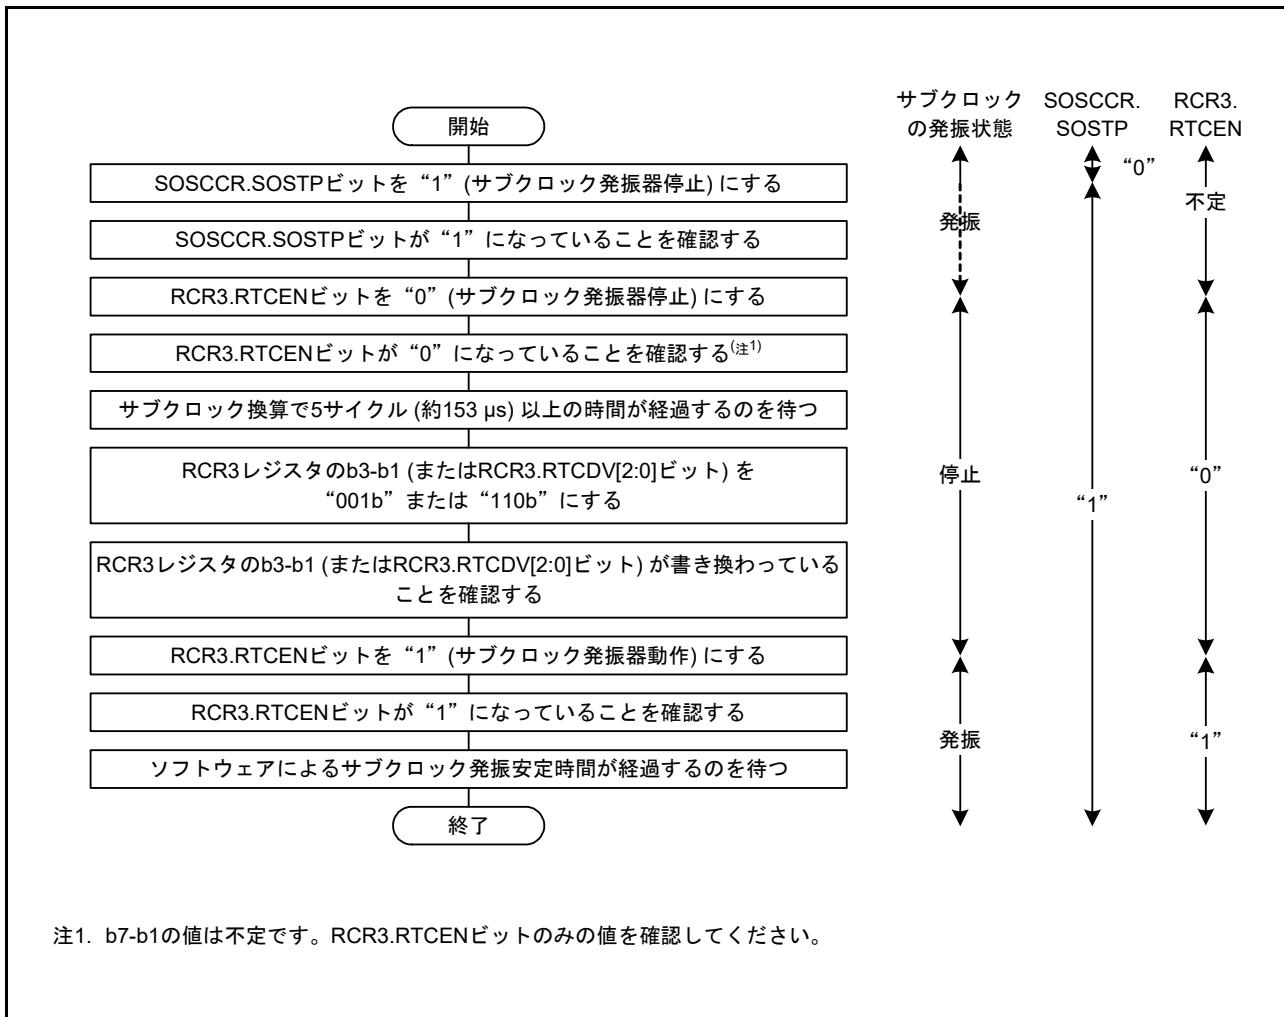

図 9.11 サブクロックをリアルタイムクロックのカウントソースのみに使用する場合の初期化フローチャート例
- サブクロックをリアルタイムクロックのカウントソースのみに使用する場合は、図 9.11 のフローチャートの例に従って初期設定してください。その後、「24.3.2 クロックとカウントモード設定手順」に記載されたクロック設定手順に従って設定してください。